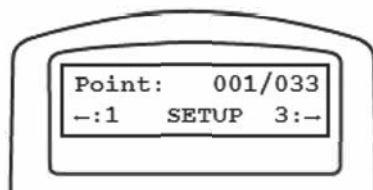

Рис. 33
- Для съемки с ручным управлением выдержками, нажмите клавишу «**2**». Монтировка предложит запустить процедуру позиционирования. При этом монтировка произведет установку в положение для получения первого кадра. Индикация на ЖК-экране пульта управления будет похожа на индикацию, показанную на **рис. 33** (на рис. 33 показана индикация при получении кадра 1 из 33). После этого, вы можете получить снимок, для этого нажмите кнопку спуска затвора фотокамеры. Для установки монтировки в положение для получения вручную следующего кадра, нажмите клавишу «**3**». Продолжайте указанные действия для получения остальных кадров. Вы можете в любой момент вернуться к любому из предыдущих положений монтировки для повторного снятия определенного кадра, для этого нажмите клавишу «**1**» для выбора соответствующего кадра.